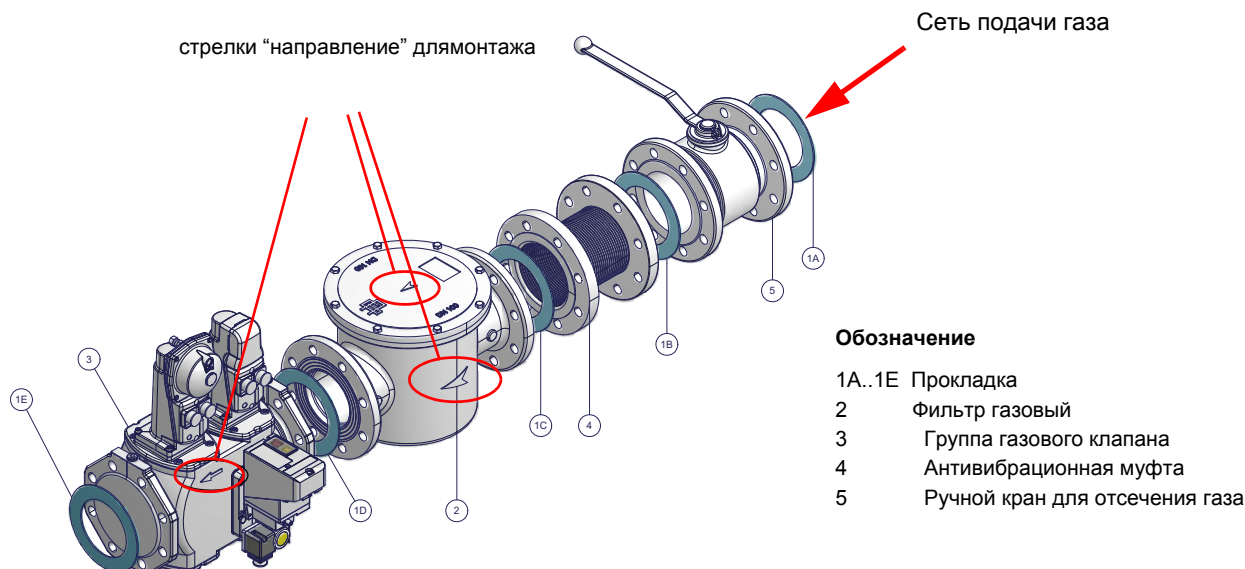

Рис. 4 - Пример газовой ramпы
- 1 - б) при фланцевых соединениях: между соседними компонентами устанавливать прокладку (1A..1E - Рис. 4), совместимую с используемым газом,